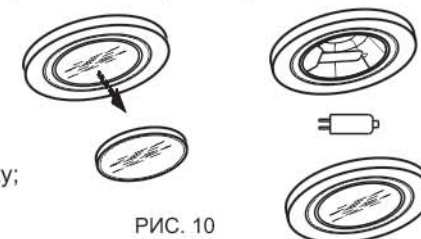

РИС. 10
8.5 Замену электрической галогенной лампы производите в следующей последовательности (рис. 10):